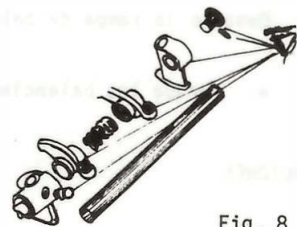

Fig. 8
PASO 1: Verifique el conjunto de la rampa de balancines (fig. 8)